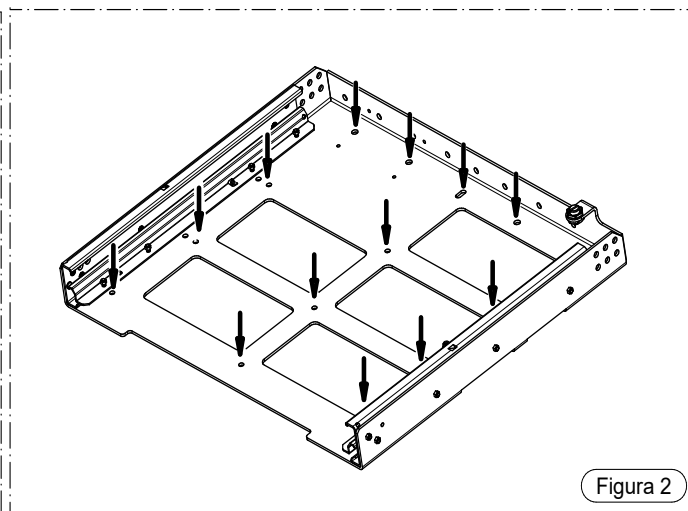

Figura 2
- 2) Fissare la base fissa con tasselli ad espansione d'acciaio di D.10 mm (non forniti) come indicato nella Figura 2. La quantità di tasselli da usare è in funzione del tipo di supporto su cui si installa l'inserto, seguire a tal proposito la dima di foratura indicata nella Figura 3. Se il supporto risulta essere non compatto si consiglia di rifare il supporto in calcestruzzo ove fissare il basamento in modo stabile.